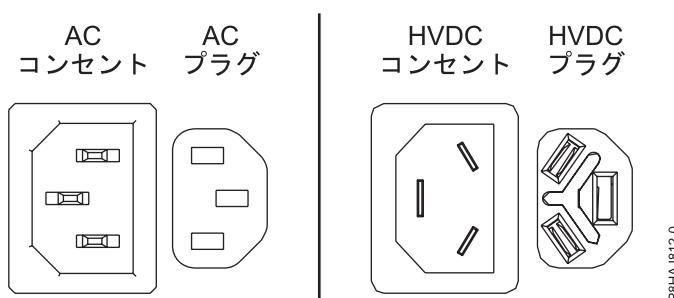
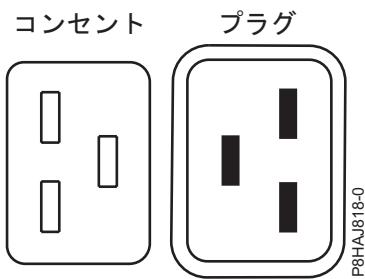
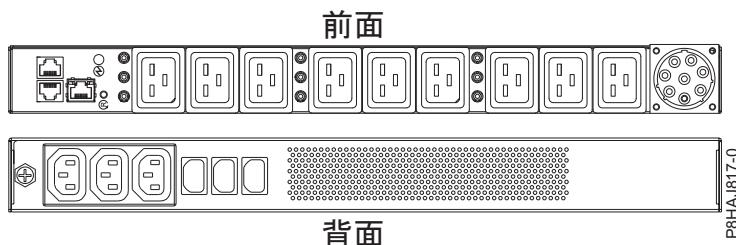

図 24. AC コネクターと HVDC コネクター
図 25. 8408-44E システムのコネクター
図 26. 8408-44E システムの PDU
2. 電源コード (A) をシステム装置に再接続します。ご使用のシステムのタイプに応じて、45 ページの図 27、46 ページの図 28、または 46 ページの図 29を参照してください。図 24 は、サポート対象の交流 (AC) コネクターおよび高電圧直流 (HVDC) コネクターを示しています。45 ページの図 25 および 45 ページの図 26 は、8408-44E のサポート対象のコネクターおよび電力配分装置 (PDU) を示しています。